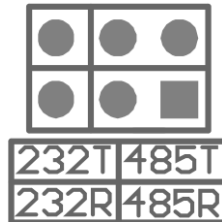

图 2.6 RS-232 与 RS-485 选择跳线
- RS-232 和 RS-485 通讯的切换跳线，跳线外形如图 2.6 所示。